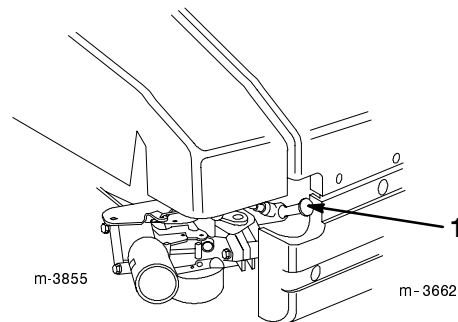

Figure 10
1. Débrancher la bougie (Fig. 10).
7. Reconnecter la bougie (Fig. 10).
2. Débrancher la bougie (Fig. 10).
8. Connecter la bougie (Fig. 10).